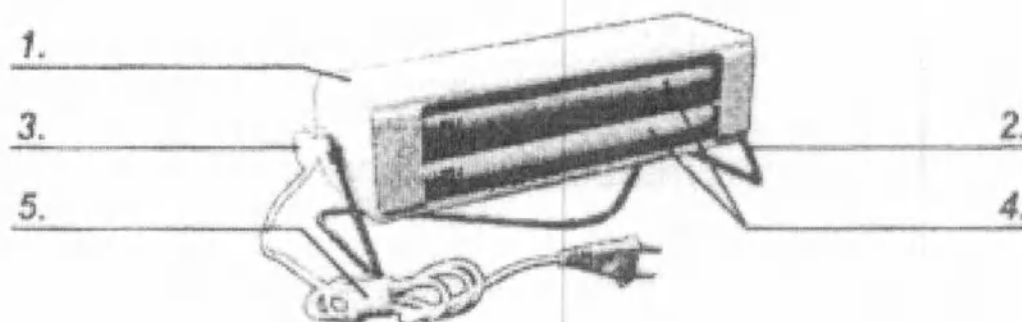

Рисунок 1. Внешний вид облучателя ОУФК-320/400-03
5.2. Основными элементами облучателя (рис.1) являются корпус(1), подставка (2), ручки крепления корпуса к подставке (3). Внутри корпуса размещены лампы PHILIPS -2 шт. (4). Питание облучателя осуществляется посредством подключения шнура питания с вилкой (5) сети.